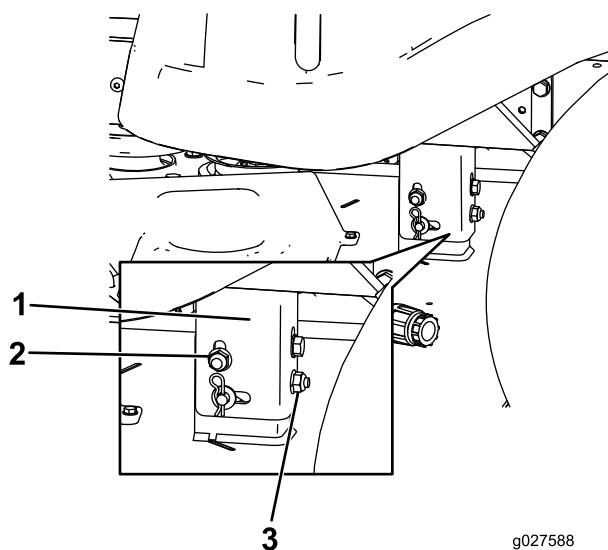

Figura 51
8. Eleve ou desça o lado esquerdo da plataforma do cortador rodando a porca traseira (Figura 51).